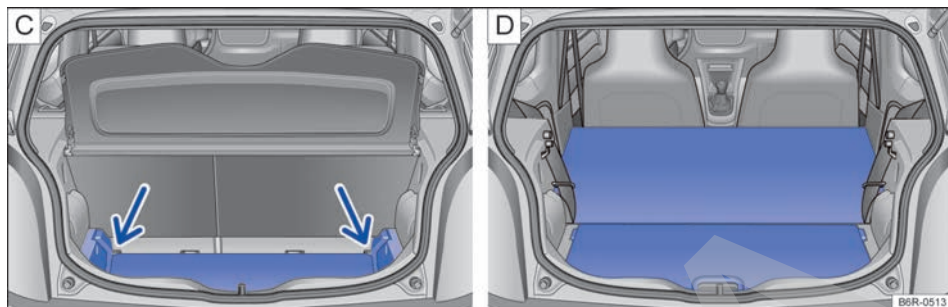

Fig. 106 C: expandir el maletero hacia abajo. D: expandir el maletero hacia adelante.
- Levantar el piso del maletero y empujar hacia abajo, hacia la guía → fig. 106 C (flechas).